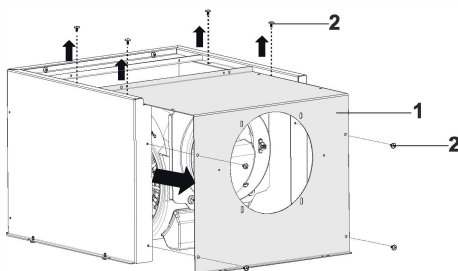

Fig. 37
1. ➔ For at ændre luftrouterens retning skal du fjerne motorboksens dæksel ved at skrue skrueerne på motorboksen ud (Fig. 37).